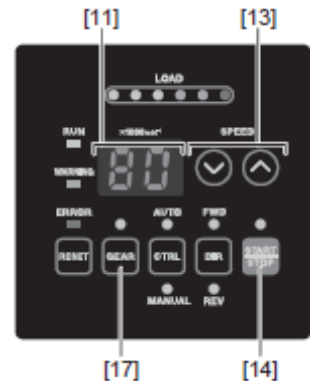

Abb.27
- (4) Motorstart/-stopp (Motorstart/-stopp durch Drücken der Start / Stopp-Taste (START / STOP) [14] von Abb. 27.)
- (5) Einstellen der Motordrehzahl (Stellen Sie die Motordrehzahl-taste (SPEED ↑, ↓) [13] von Abb. 27.)
- (3) Einstellen der Übersetzung (Betätigen Sie die Übersetzungsmodus-Auswahl-taste (GEAR) [17] von Abb. 27.)
- (5) Einstellen der Motordrehzahl
- Der Motordrehzahlbereich ist $1.000 - 80.000 \text{ min}^{-1}$. Maximale Motordrehzahl hängt vom Typ des Motors und der Spindel ab. Durch Einstellen des Parameters P2 " on " kann die Motordrehzahl im Auto-Modus mit der Motordrehzahl-Angleichtaste (SPEED \uparrow , \downarrow) [13] justiert werden, siehe Abb. 27. (Siehe S45 Abschnitt "15 - 4 [2] P2 Einstellung von AUTO-Modus für Motordrehzahl-Regelung".)